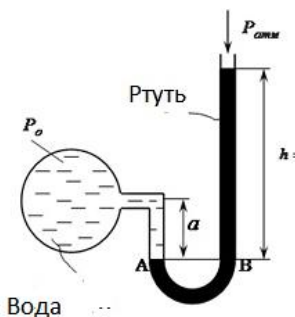

Рис. 2.4
2.12. Определите абсолютное давление в точке присоединения манометра, если $h = 0,6$ м, $a = 0,2$ м сосуд заполнен водой (рис. 2.4).
2.13. Определите, на какую высоту ртуть в манометре, если $a = 0,4$ м, давление воды в трубопроводе $p_0 = 2,2$ бар (рис. 2.4).
2.15. Определите, абсолютное давление воды в трубопроводе p_0 , если $a = 0,1$ м, $h = 0,8$ м (рис. 2.4).
2.17. Определите, избыточное давление воды в трубопроводе p_0 , если $a = 0,2$ м, $h = 0,675$ м (рис. 2.4).